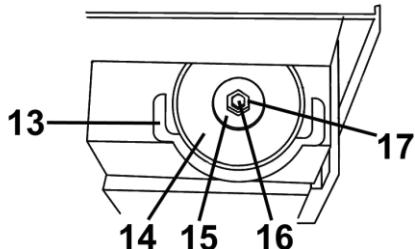

Рисунок 3-2
Утримуючи гайковим ключем (може бути в комплекті) шпиндель (16, рисунок 3-2), іншим гайковим ключем (може бути в комплекті) відкрутіть гайку (17), зніміть фланець (15), зніміть відрізний диск (14). Враховуючи напрямок обертання, встановіть відрізний диск, фланець (15) і, утримуючи шпиндель (16) ключем, закріпіть диск гайкою (17).